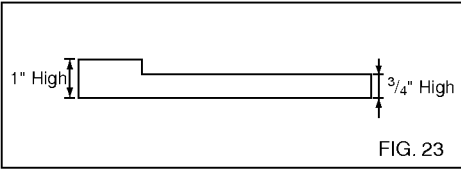

FIG. 23
- 7** Extraiga el refuerzo de las tiras de reborde 33,02 (13) y fíjelas según se muestra abajo en la FIG 23. La parte superior del reborde debe colocarse enfrente del reborde en la base del alojamiento de la pared.